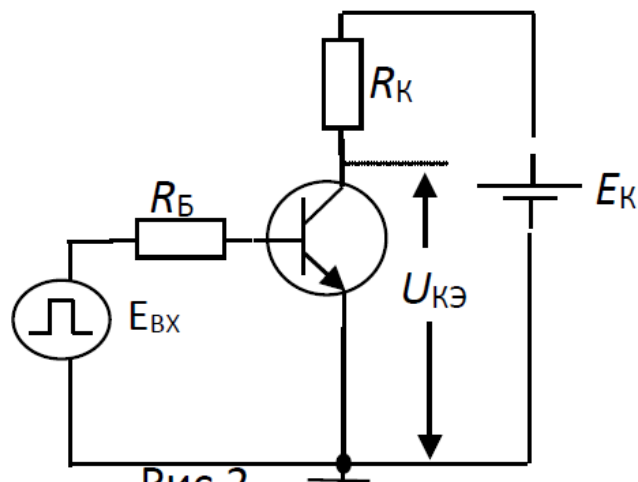

Рис.2
2. В схеме рис.2 $E_к=10\text{ В}$; $R_к=10\text{ Ом}$; $R_б=200\text{ Ом}$; $\beta=50$, $E_{вх}=2\text{ В}$.